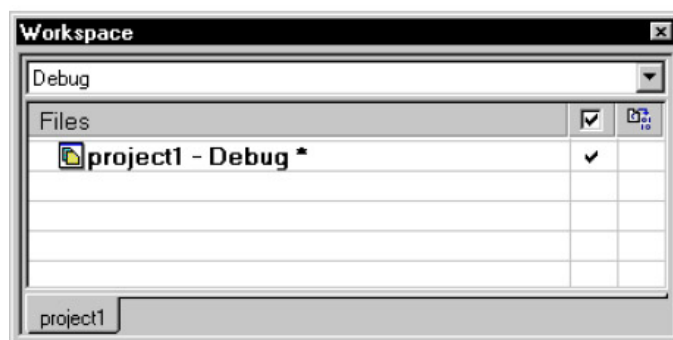

图 2. Workspace 窗口
② 在 Tool chain 栏中选择 ARM，然后单击 OK 按钮。
③ 在弹出的另存为窗口中浏览和选择新建的 My projects 目录，输入文件名 project1，然后保存。这时在屏幕左边的 Workspace 窗口中将显示新建的项目名。见图 2 所示。